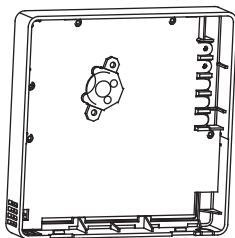

Fig 3-5
- Puneti bateria in amplasament si asigurati-va ca partea pozitiva a bateriei este in conformitate cu partea pozitiva a amplasamentului (vezi Fig.3-5)